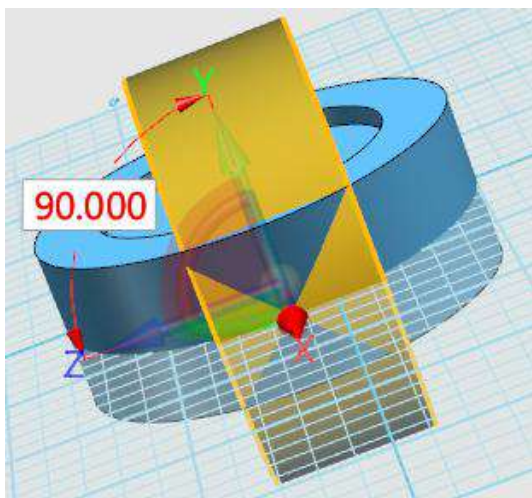
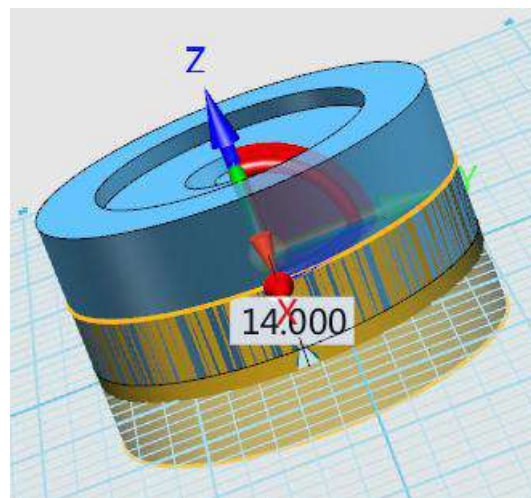
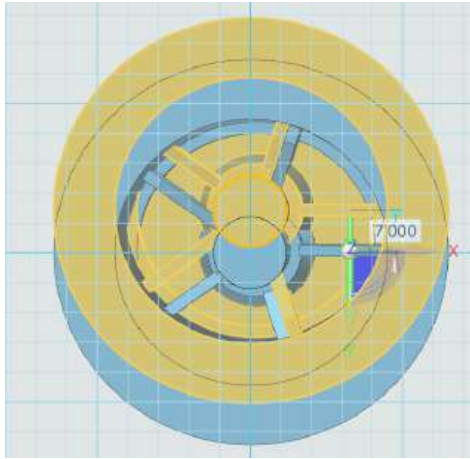

图 16-29
图 16-30
图 16-31
7. 点击模型选择移动命令。参数如图 16-29、图 16-30、图 16-31 所示。